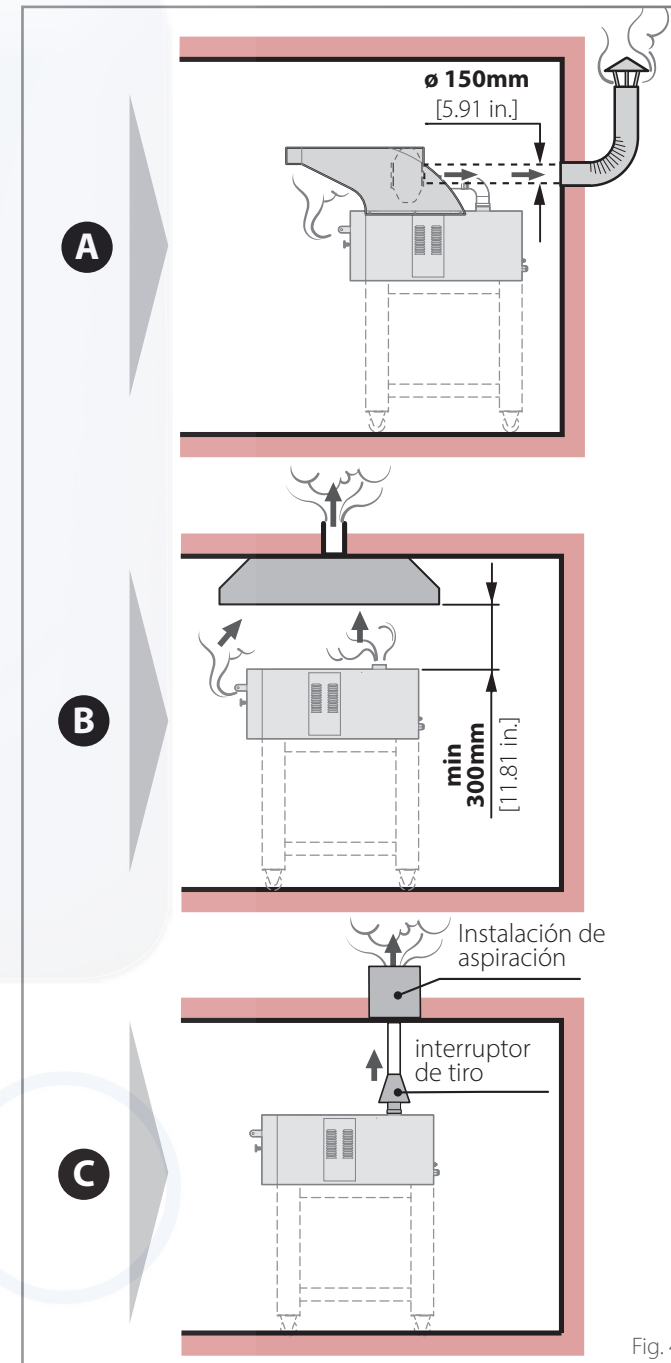

Fig. 4
- ► **Fig. 4** exista una **chimenea de evacuación** para uso exclusivo del equipo, que cumple con la normativa vigente y tiene un diámetro que permita el paso de un tubo de evacuación de **Ø150 mm [Ø5.91 in.]**.